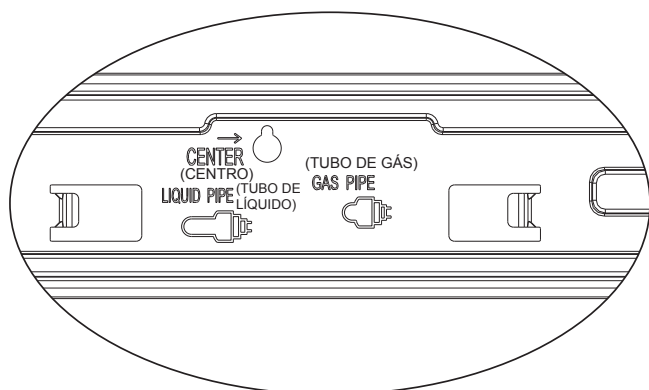
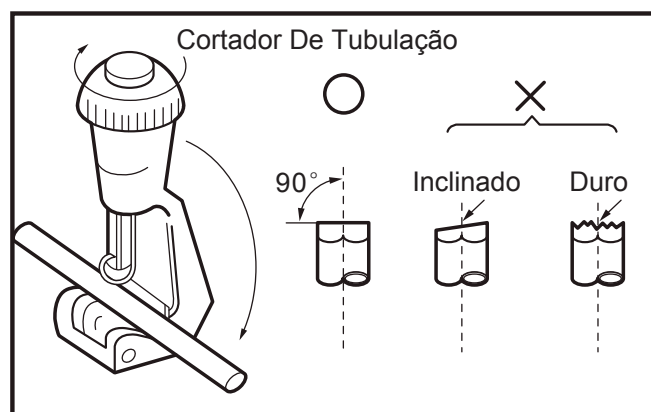

Fig. 3
Fig. 4
- 2) Corte o tubo e cabo. Corte os tubos de líquido e de gás para o comprimento correto de acordo com a marca de posição na placa de montagem na parede (Fig. 3). Certifique-se de que a seção é plana (Fig. 4).